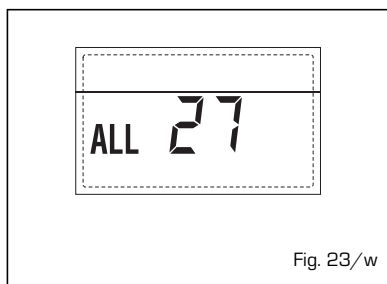

Fig. 23/w
- **ANOMALIA COERENZA INGRESSO (S3) SOLO PER IMPIANTO 7 "ALL 28" (fig. 23/y)**